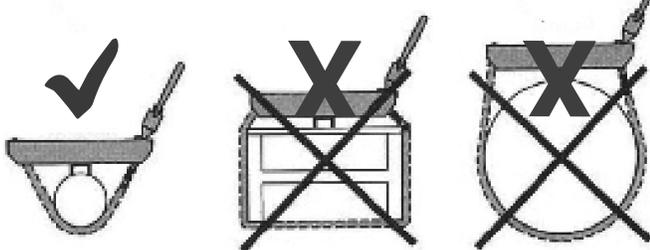

Figure 27 : Formes de structure de soutien
2. Avant de fixer la fixation à chaîne, vérifier qu'il n'y a pas de rouille ou de dégâts sur la structure de soutien. Utiliser une structure de soutien d'un diamètre ou d'une largeur compris entre 2,5 po et 10 po (63,5 mm et 254 mm) et capable de supporter la charge nominale maximale du tire-câble. Ne pas fixer la chaîne-étai à des supports en dehors de cette plage. Le non-respect de ces instructions peut entraîner la rupture de la fixation à chaîne et provoquer des blessures graves, voire mortelles. (Fig. 27)